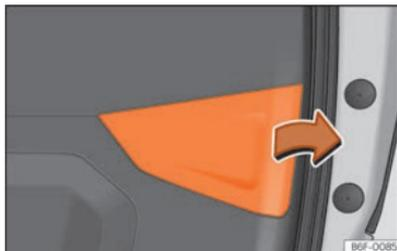

Fig. 173 Portón trasero abierto: retirar la tapa.
- Retire la tapa del portón en la dirección de la flecha >>> fig. 173.